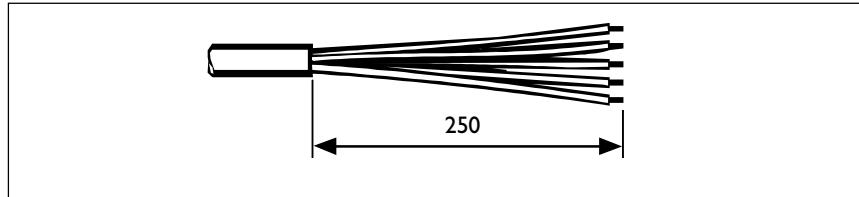

Рис. 11
- Подготовить электрический кабель, как показано на рис.11.